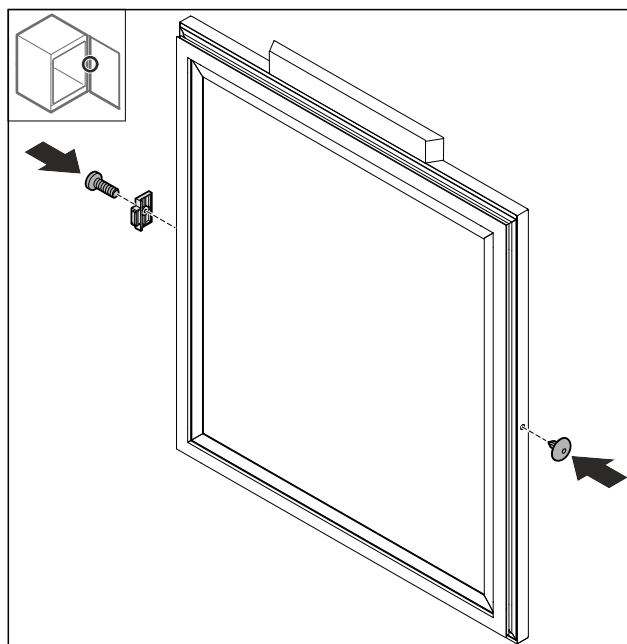

Fig. 78
- Uzmontējiet durvju aizturi Fig. 78 (1) pagrieztu par 180° pretējā pusē.
- Ievietojiet pārsegu Fig. 78 (2) pretējā pusē.